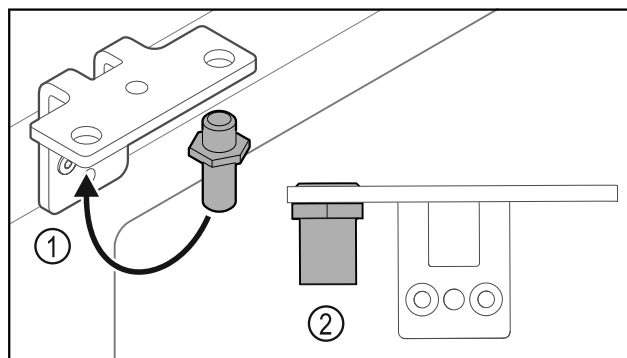

Fig. 30
- ▶ Premjestite svornjake Fig. 30 (1) u kutnim šarkama.
- ▶ Pritegnite svornjake Fig. 30 (2) **okretnim momentom od 12 Nm.**